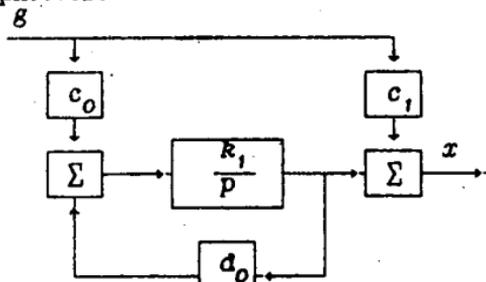

Рис. 1.2
1. Определите передаточную функцию структурной схемы, приведенной на рис. 1.2.